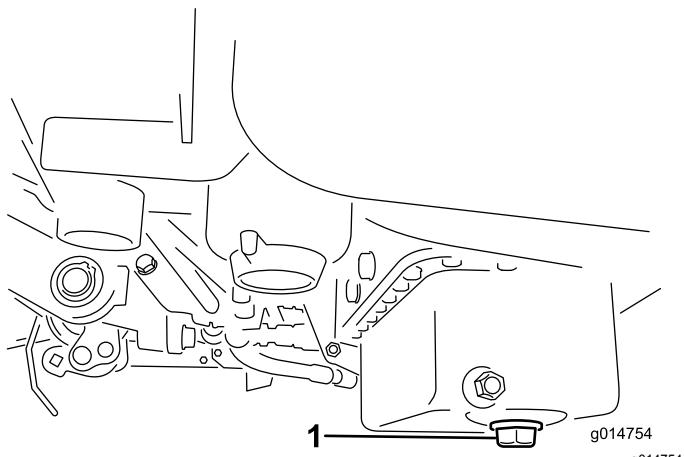

図 40
- ドレンプラグを外してオイルを容器に受ける。オイルが抜けたらドレンプラグを取り付ける図 40。